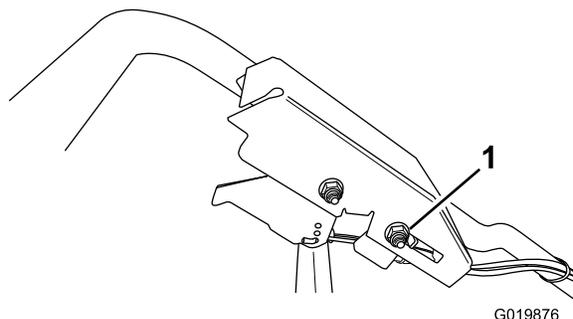

Figure 38
2. Desserrez l'écrou du support de guidage du câble (Figure 38).